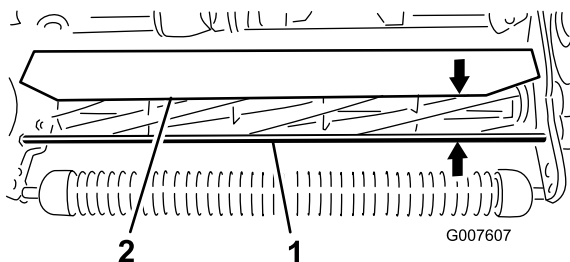

Figura 58
1. Meça a distância da parte superior da barra de apoio da frente à borda frontal do resguardo em cada extremidade da unidade de corte (**Figura 58**).